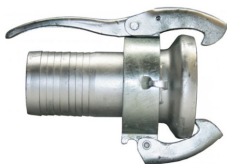

Abb. 2 M – Teil
4. Zum Absaugen ist am Schlauch- bzw. Rohrende an der Grundstücksgrenze eine sog. Kardan-Kupplung (System Perrot) M-Teil mit Blinddeckel mittels Schellen zu befestigen. (siehe Abbildung 2)